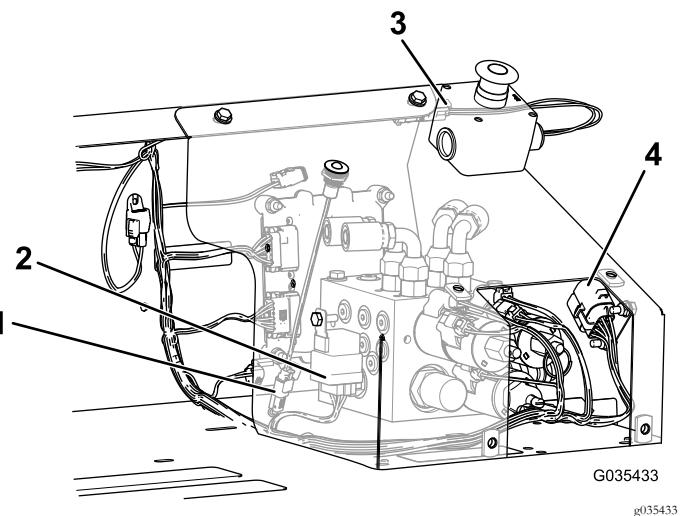

Figura 19
10. Ligue a ligação da cablagem do E-Stop, a ligação do relé, a ligação da luz de diagnóstico e o bloco de fusíveis aos adaptadores adequados, como se mostra na Figura 19.